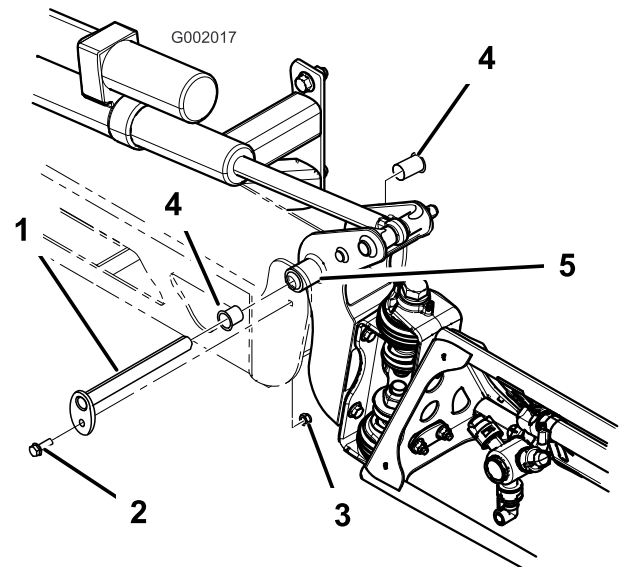

Bild 73
3. Wenn das Gewicht des Spritzgestänges abgestützt ist, nehmen Sie die Schraube und die Mutter ab, mit denen der Schwenkstift am Spritzgestänge befestigt ist (Bild 73). Nehmen Sie den Schwenkstift ab.
5. Nehmen Sie die Nylonbüchsen vorne und hinten an der Schwenkhalterung ab und prüfen Sie sie (Bild 73). Ersetzen Sie beschädigte Büchsen.
7. Montieren Sie das Spritzgestänge und die Schwenkhalterung im mittleren Rahmen und richten Sie die Öffnungen aus (Bild 73).